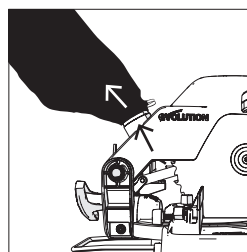

Fig. 31
- Far scorrere il sacchetto per la polvere sopra l'attacco per l'aspirazione della stessa, accertandosi che il fermo a molla si stringa in modo saldo all'attacco che mantiene il sacchetto saldo nella sua posizione (**Fig. 31**).